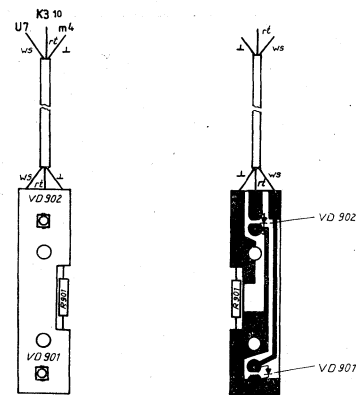

Abb. 3 Zeiger-LP
5.4. LED-Zeiger (Abb. 3 und 4)